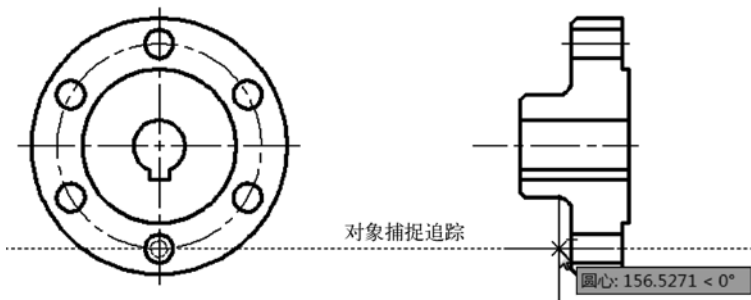

图 8-45 在右侧的视图中绘制中心线
19) 绘制两条中心线表示轴线。从“图层”工具栏的图层列表中选择“中心线”层。单击“直线”按钮，使用对象捕捉追踪功能在右侧的视图中辅助绘制两条中心线，如图 8-45 所示。这两条中心线通过相应的孔轴。